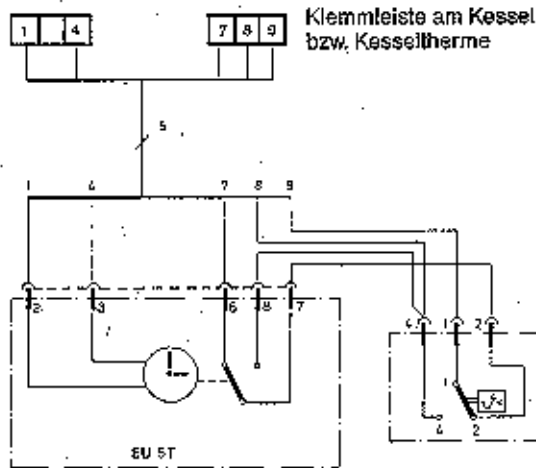

Bild 16
- Anschluß mit dem beigegeführten Kabelsatz nach Bild 16 vornehmen. Die Klemmleiste im Speicher-Schalteinsatz wird nicht benutzt.